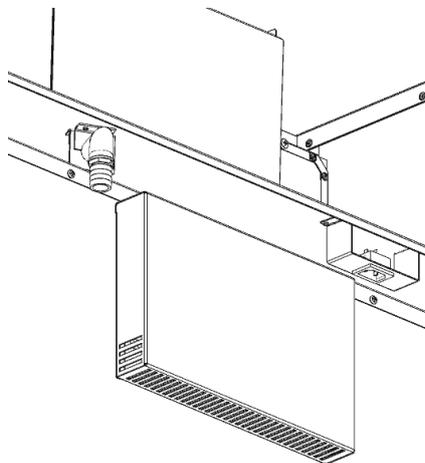

Рис. 10
15. Установить штуцер для шланга слива на пароконденсатор, используя фум-ленту для уплотнения резьбового соединения (см. Рис. 10);